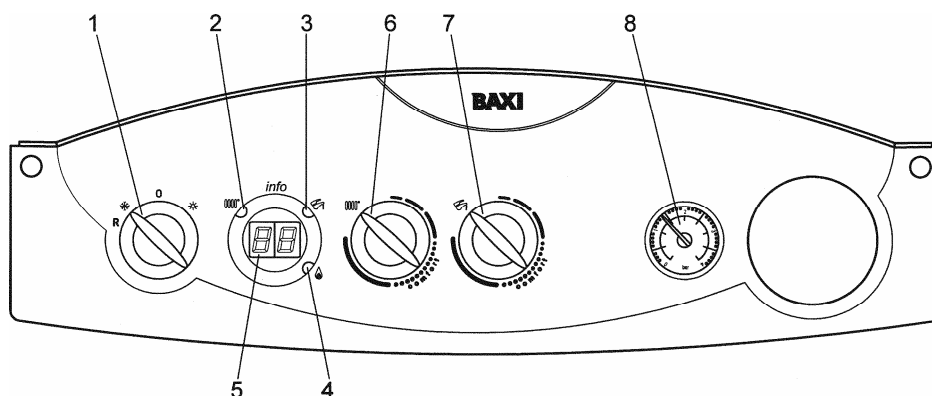

Рис. 4: Панель управления котла
- Установите регулятор (1) в положение зима ❄️;
- Установите максимальное значение температуры в контуре ГВС (рис. 4, поз. 7); в этом положении трехходовой клапан работает на змеевик бойлера; горит световой индикатор 3 📺;
- Поочередно установите на максимальное значение температуру воды в контуре отопления (рис. 4, поз.6) и на минимальное значение температуру воды в контуре ГВС (рис. 4, поз. 7); в этом положении трехходовой клапан работает на контур отопления; горит световой индикатор 2 🔦.